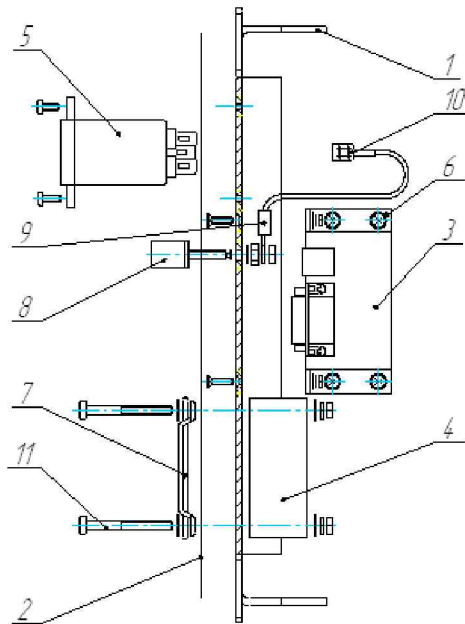

Рисунок 3.9 - Панель задняя блока высоковольтного
3.6.5.3 Сборка панели задней изображена на рис. 3.9.